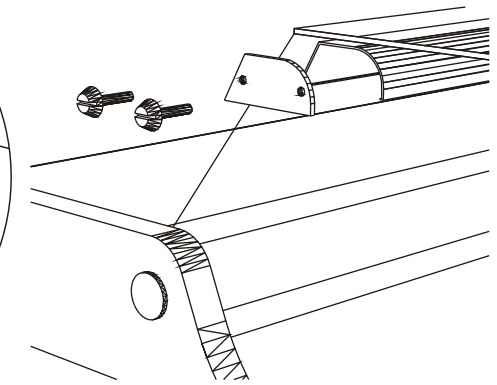

Bild 2
2. Die Lichtschiene mit Seitenscheiben mit Hilfe der M 5 Schrauben verbinden (Bild 2)